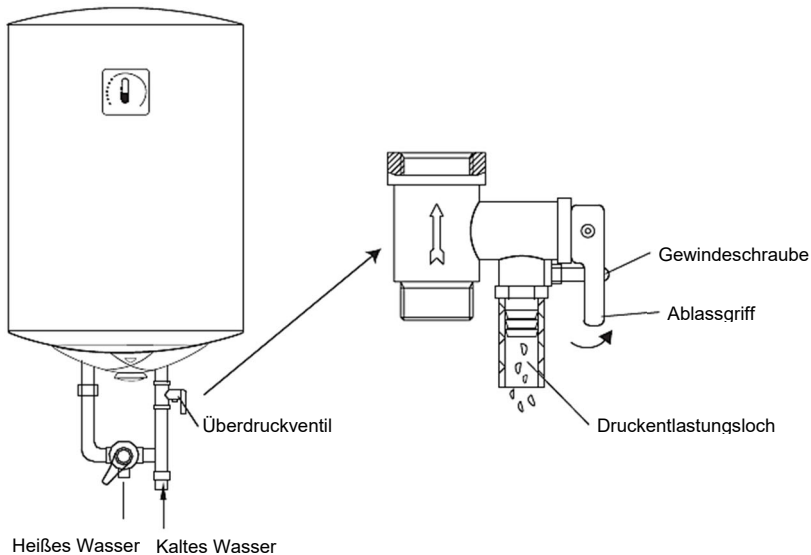

Abb. 1
- Die Druck Erleichterung Ventil beigefügt mit Die Heizung muss sein installiert am _ Kaltwasserzulauf _ von Das Heizung (siehe Abb. 1) und vergewissern Sie sich, dass dies der Fall ist Ist nicht ausgesetzt In Die neblig . Das Wasser kann Sei abgeflossen aus Druck Erleichterung Ventil , also Die Das Abflussrohr muss weit nach innen münden Die Luft ; Der Druck Erleichterung Ventil muss sein _ überprüft Und gereinigt regelmäßig , um sicherzustellen, dass dies der Fall ist Willē nicht Sei blockiert .
7. Lösen Sie die Gewindeschraube am Multifunktions-Sicherheitsventil und heben Sie den Ablassgriff nach oben. (Siehe Abb. 1), um das Wasser aus dem Innentank abzulassen.